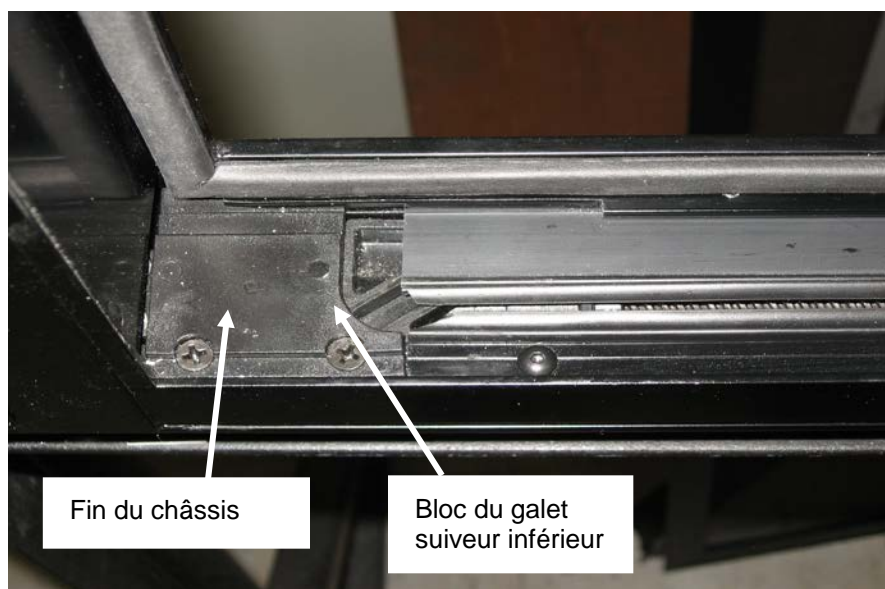

FIGURE 43 : ALIGNEMENT CORRECT
2. Tirez simultanément les deux loquets de blocage vers le bas et faites pivoter le châssis d'environ 10° vers l'intérieur (figure 43).